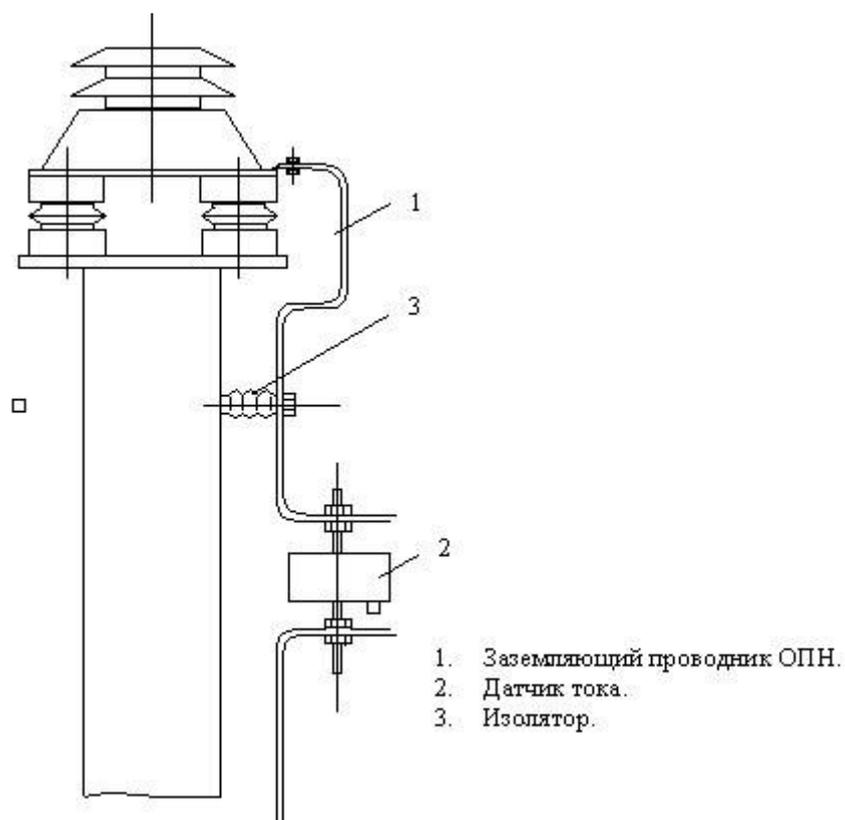

Рис.3. Схема включения датчика тока
4.3. Датчик должен включаться последовательно в цепь заземления ОПН в соответствии со схемой включения, приведенной на рис.3. Рекомендуемая высота установки датчика тока -  $h = 1.5, 1.8$  м.